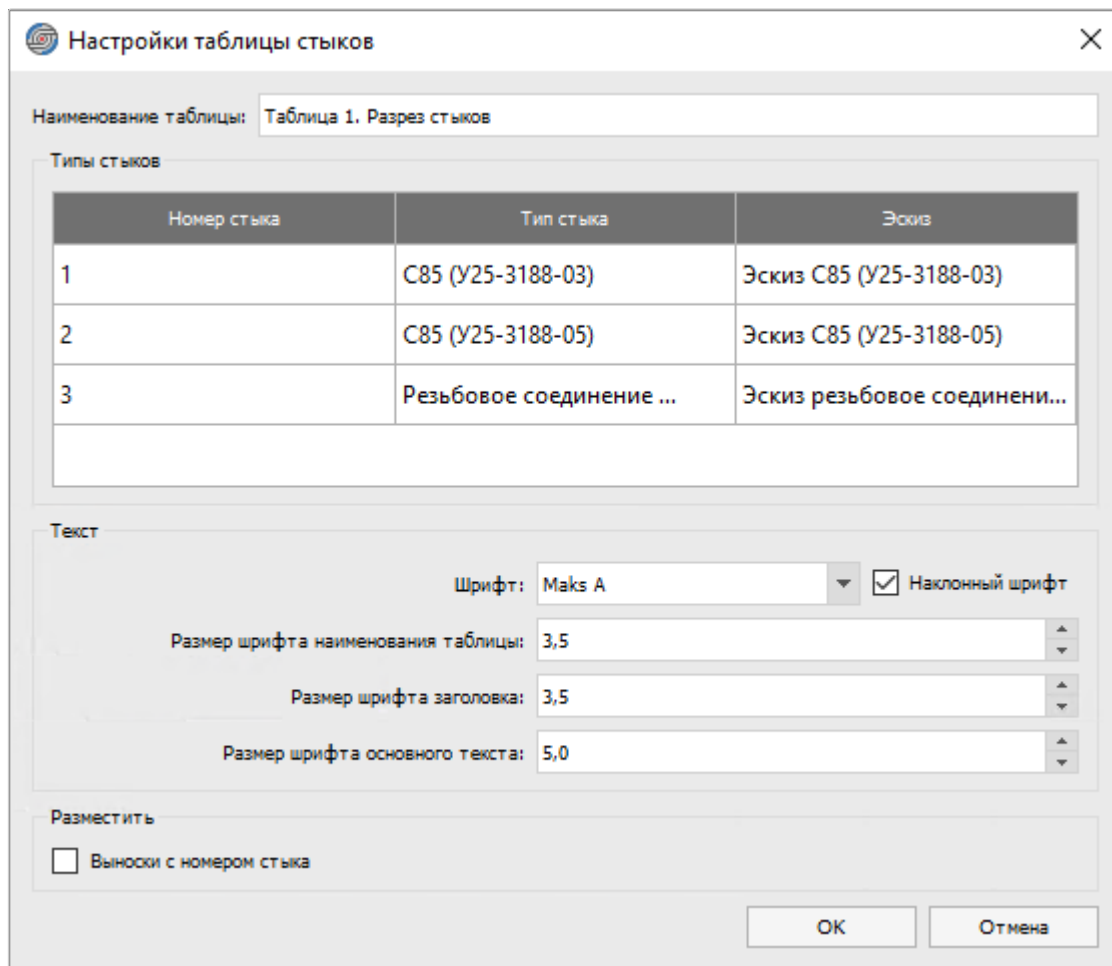

Рисунок 230. Диалоговое окно «Настройки таблицы стыков»
- 3) В открывшемся диалоговом окне «Настройки таблицы стыков» (см. рисунок 230) задать параметры таблицы: